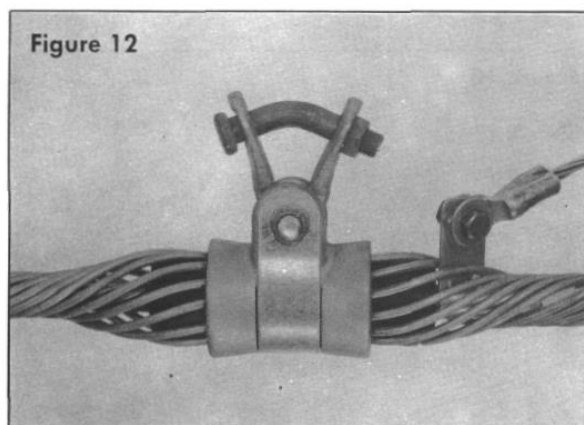

Figure 12
**3.10** Przymocować taśmę łączącą do uchwytu przewodzącego prąd za pomocą odpowiedniej śruby, nakrętki i podkładki (rys. 12).
**3.11** Sprawdzić kompletność instalacji (rys. 12).